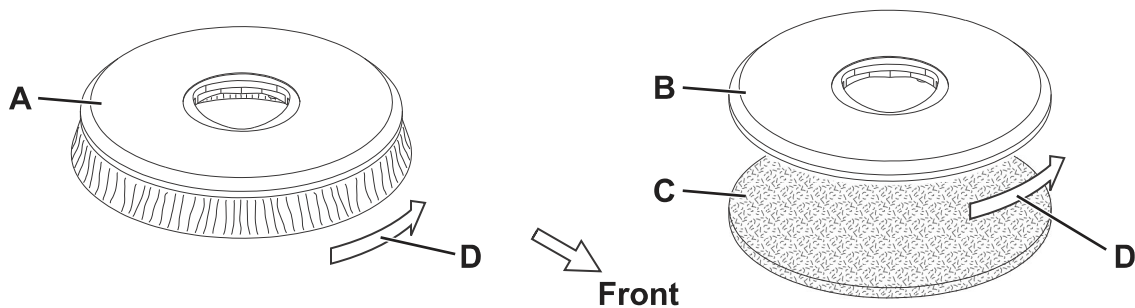

Abbildung 1
Je nachdem, welcher Boden gereinigt werden soll, können die Bürste (A, Abb. 1) oder der Padhalter (B und C) montiert werden.
1. Bürsten-/Padhalterkopf (12) durch Herunterdrücken des Schubbügels (1) anheben.
2. Bürste (A, Abb. 1) oder Padhalter (B) unter dem Kopf positionieren.
3. Kopf (12) mit dem Schubbügel (1) absenken.
4. Wählschalter (32) auf eines der angegebenen Programme stellen.
5. Die Betätigungshebel Bürsten (40) und die Freigabetaste (39) gemeinsam für einige Sekunden betätigen, damit die Bürste/der Padhalter einrastet.
6. Gerät durch drehen des Wählschalters (32) in Stellung 0 ausschalten.
7. Bürsten-/Padhalterkopf durch Herunterdrücken des Schubbügels (1) leicht anheben. Bürste/Padhalter manuell austrasten: Bürste/Padhalter ruckartig in Drehrichtung drehen (D, Abb. 1).